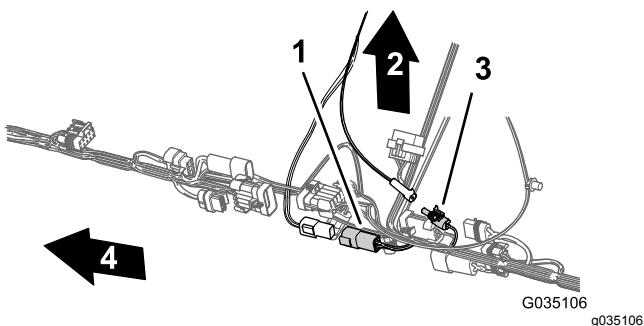

Figure 92
7. Pour faciliter la connexion des faisceaux électriques de navigation et de données, vérifiez que le connecteur à 1 douille et le connecteur à 4 douilles du faisceau arrière sont alignés avec le haut du faisceau (Figure 92).